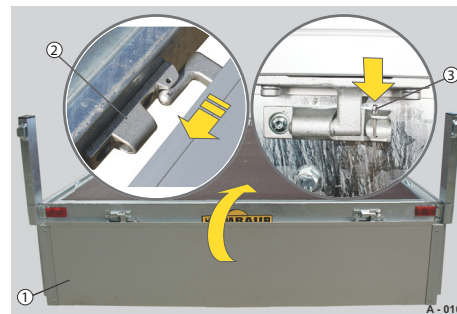

Abb. 16 Bordwände montiert / gesichert
- Bordwand (Abb. 16/1) etwa in der Mitte der Länge greifen.
- Bordwand in horizontaler Lage auf die Scharniere (Abb. 16/2) aufschieben.
- Sicherungssplint (Abb. 16/3) in eines der Scharniere einstecken.